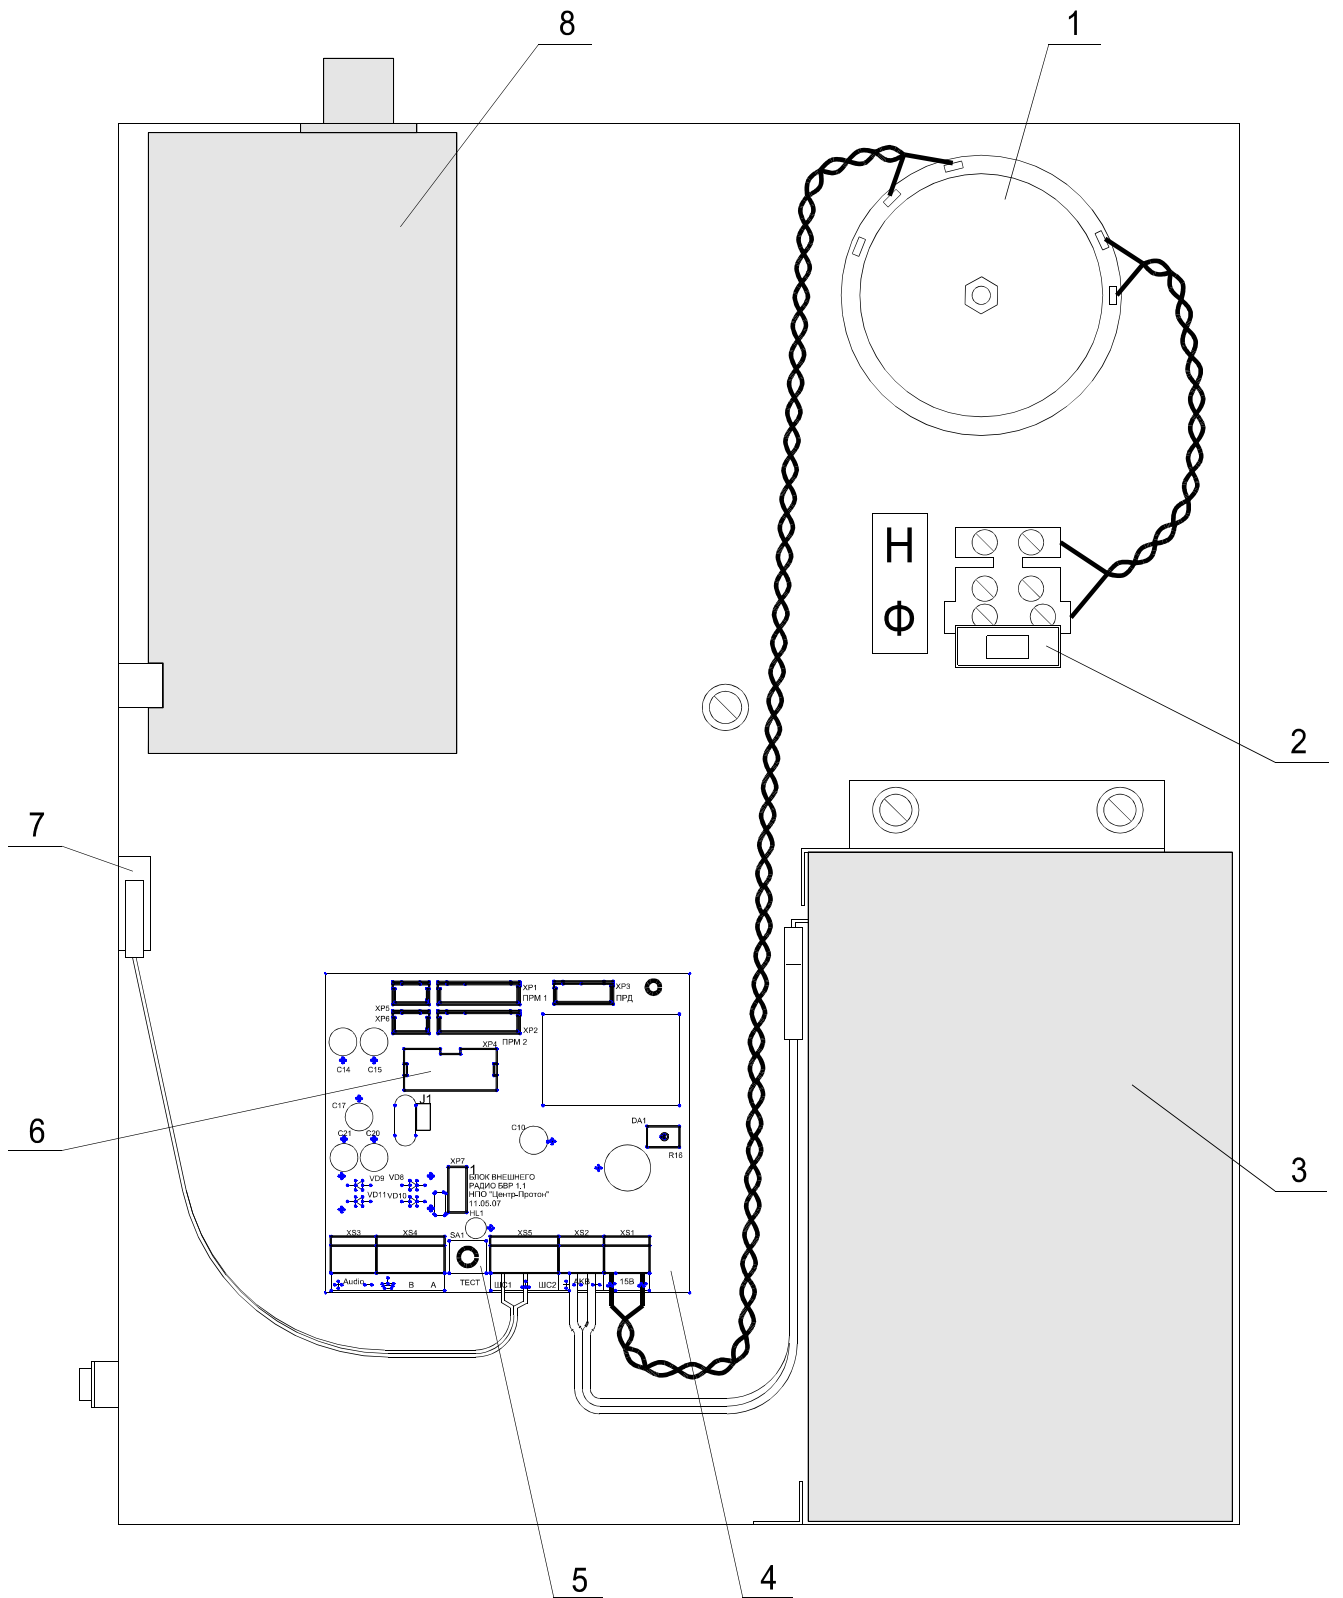

Рисунок 2.
1.4.1.3 В корпусе (рисунок 2) установлены: трансформатор питания (1), клеммная колодка с предохранителем(2) для подключения сетевого кабеля, АКБ (3), печатный узел контроллера (4), датчик вскрытия корпуса (7), приемник (8).